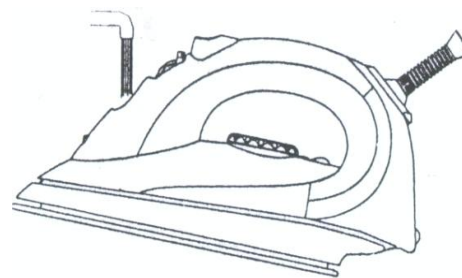

FIGURA 2
3. Verta água para o depósito através do orifício. (figura 2).